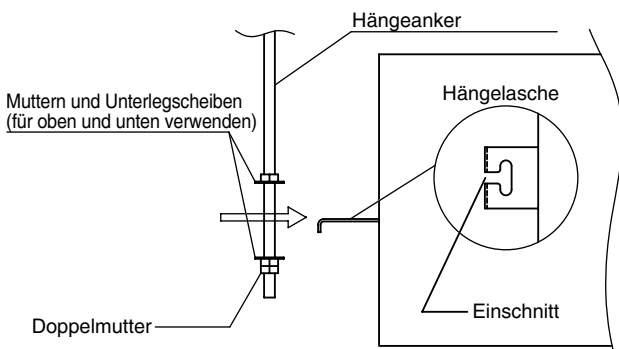

Abb. 3-60
- (3) Die drei Sechskantmutter und die beiden Unterlegscheiben (im Fachhandel erhältlich) auf jeden der vier Hängeanker schrauben (Abb. 3-60 und 3-61). Je eine Mutter und eine Unterlegscheibe für die obere Seite, und zwei Muttern und eine Unterlegscheibe für die untere Seite verwenden, damit die Einheit nicht von den Hängevorsprüngen abrutschen kann.